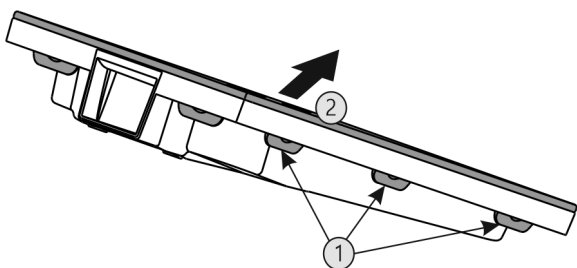

Fig. 49
- Appuyer sur toutes languettes Fig. 49 (1) l'une après l'autre et enlever le couvercle Fig. 49 (2).